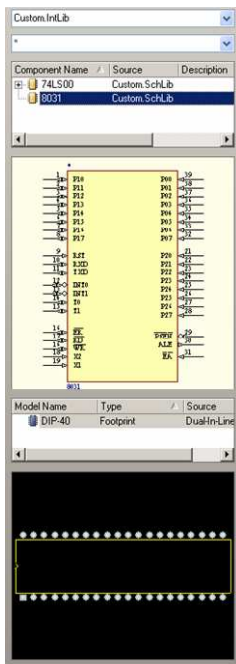

图 5.33 打开的“Custom.IntLib”元件库
(14) 在“Library”工作面板的元件库选择下拉列表中选择生成的“Custom.IntLib”元件库，打开该元件库，如图 5.33 所示。